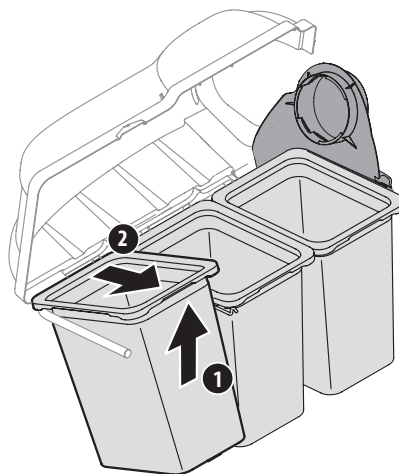

Figure 23
2. Soulevez le couvercle du bac récupérateur en pressant sur la patte arrière droite avec votre main droite (1) comme indiqué à la Figure 23 et en relevant le couvercle à partir du milieu avec votre main gauche (2).